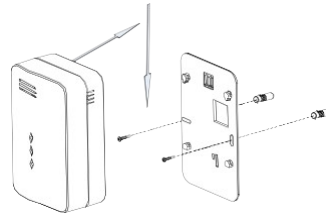

Fig. 3
3. Mit einem 5 mm (3/16-Zoll) Bohrer, zwei Löcher an den Markierungen bohren und Dübel einsetzen (Fig 3).
7. Richten Sie den Melder auf dem Wandhalter aus und drücken ihn fest bis ein deutliches rastgeräusch zu hören ist (sieh pfeilrichtung, Fig 3).